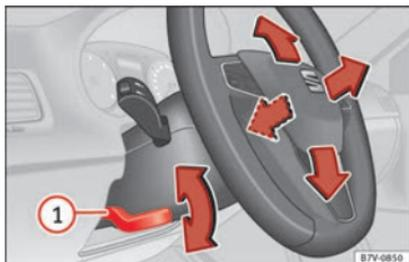

Fig. 24 Ajuste mecânico do volante.
- Mova a alavanca » » Fig. 24 1 para baixo.